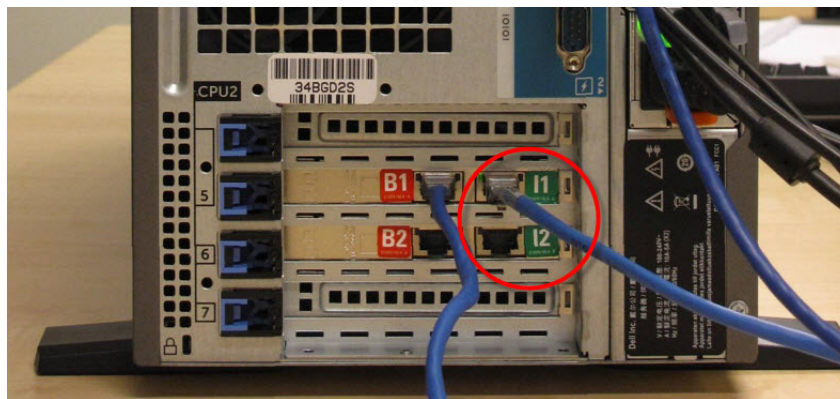

Рисунок 152: Порты аппаратов контроллера
3. Отсоедините сетевой шнур аппарата от порта, обозначенного **I1** или **I2** на основном контроллере, и подсоедините этот шнур к такому же порту на вспомогательном контроллере. См. Рисунок 152.